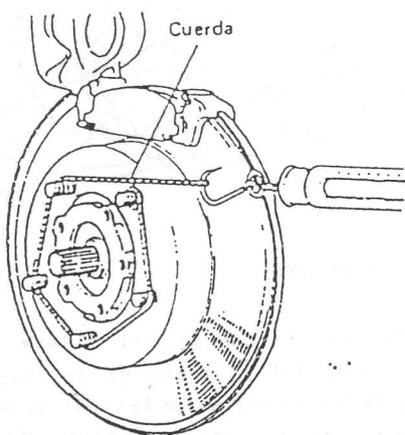

Fig. 17-5-25
- 3) Revise la precarga de arranque del cojinete de la rueda utilizando una cuerda y un dinamómetro de la manera observada en la Fig. 17-5-25, y registre los resultados obtenidos.